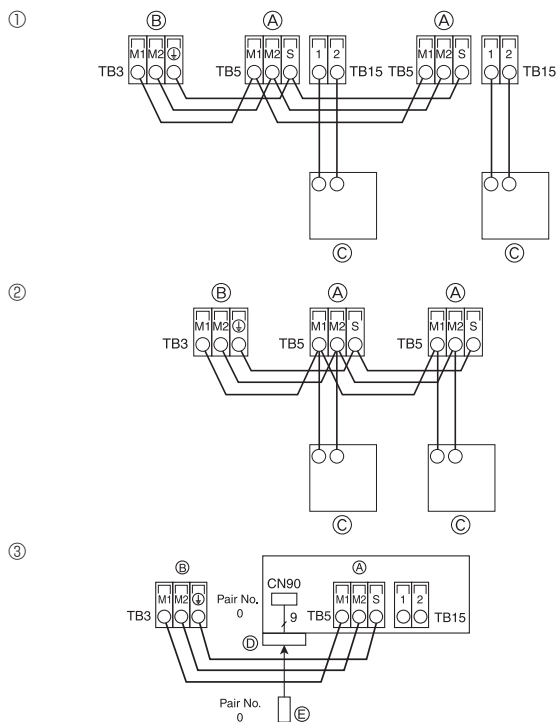

Fig. 4-8
4.4. Conectar los cables de transmisión del mando a distancia y de las unidades interior y exterior (Fig. 4-8)
① Mando a distancia MA
② Mando a distancia M-NET